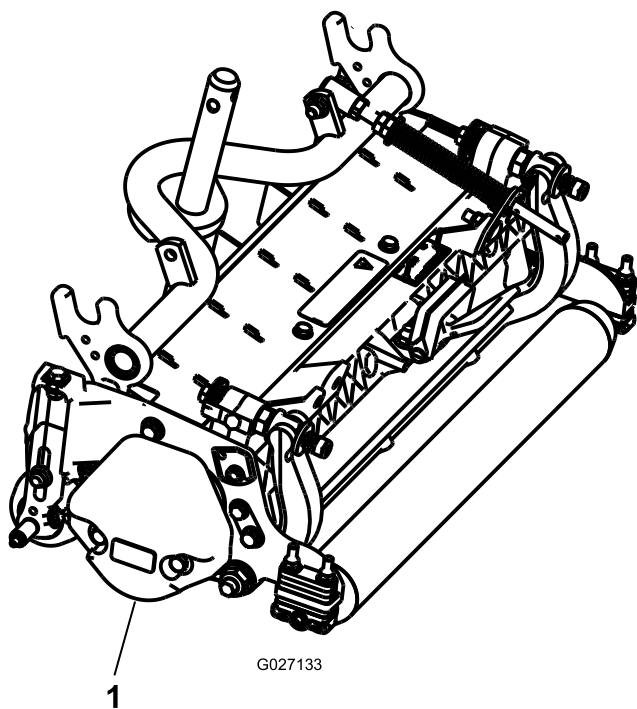

図 3
3. カウンタウェイト 図 3を、決められている側に取り付けるカウンタウェイトキットの取り付け要領書を参照。